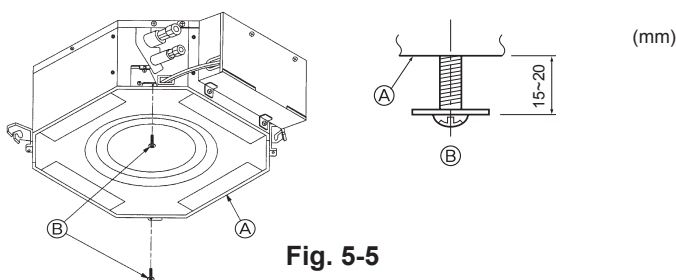

Fig. 5-5
5.3.1. Preparativos (Fig. 5-5)